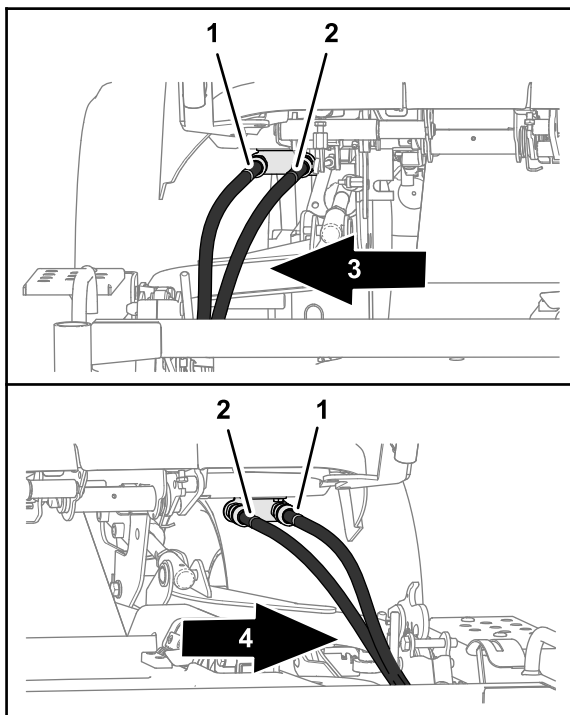

Bild 114
- Schließen Sie die Hydraulikschläuche an jeder Seite der Zugmaschine ab (Bild 114).
- A. Schließen Sie den Hydraulikschlauch mit der blauen Kennzeichnung an die innere Schnelltrennkupplung (mit der blauen Kennzeichnung) an, siehe Bild 114 in Entfernen des Mähwerks (Seite 80).
- B. Schließen Sie den Hydraulikschlauch mit der roten Kennzeichnung an die äußere Schnelltrennkupplung (mit der roten Kennzeichnung) an, siehe Bild 114 in Entfernen des Mähwerks (Seite 80).